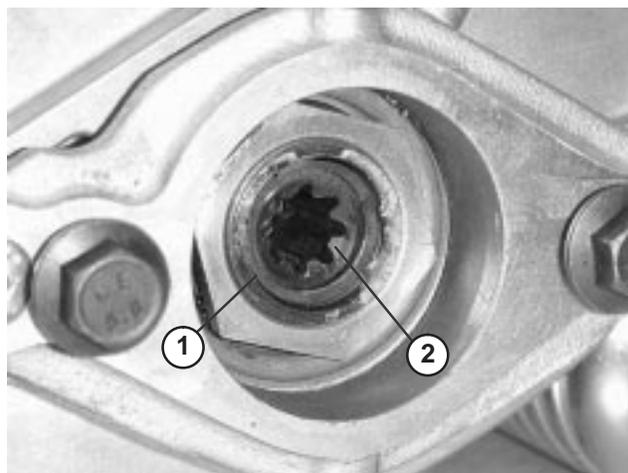

Figure 7
1. Support du moteur 3. Vis Allen (2)
D. Retirez le jonc d'arrêt de fixation du coupleur d'entraînement dans le tube du cylindre (Fig. 7). Déposez le coupleur d'entraînement.